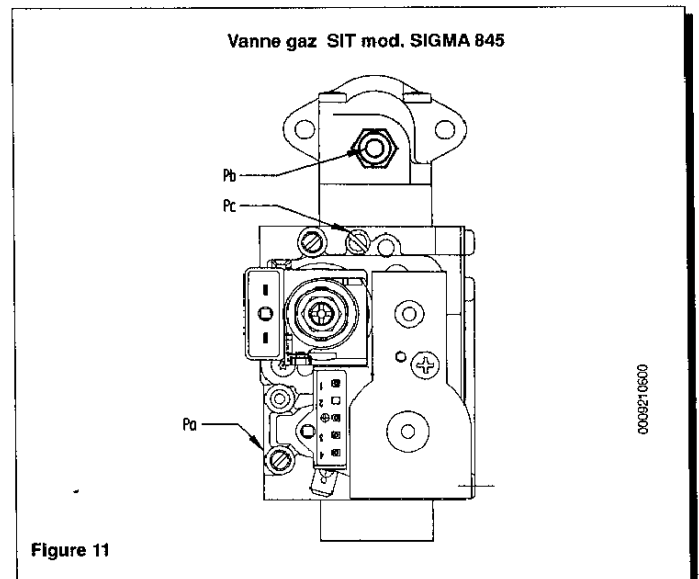

Figure 11
- relier la prise de pression positive d'un manomètre différentiel, de préférence à eau, à la prise de pression (Pb) du raccord gaz (figure 11). Relier, pour les modèles à chambre étanche, la prise négative du manomètre à un "T" spécifique permettant de relier ensemble la prise de compensation de la chaudière, la prise de compensation de la vanne gaz (Pc) et le manomètre lui-même. (Une mesure équivalente peut être effectuée en reliant le manomètre à la prise de pression (Pb) et sans le panneau frontal de la chambre étanche); Une mesure de la pression aux brûleurs effectuée sans respecter la méthode décrite pourrait être faussée du fait qu'elle ne tiendrait pas compte de la dépression créée par le ventilateur dans la chambre étanche.
- ouvrir la vanne gaz et tourner le commutateur (1) afin de mettre la chaudière en position Hiver (→*←);
- s'assurer que la pression dynamique d'alimentation de la chaudière, mesurée au niveau de la prise de pression (Pa) de la vanne gaz (figure 11) soit correcte (28 mbar pour gaz butane, 37 mbar pour gaz propane, 20 mbar pour gaz G.20 ou 25 mbar pour gaz G.25).